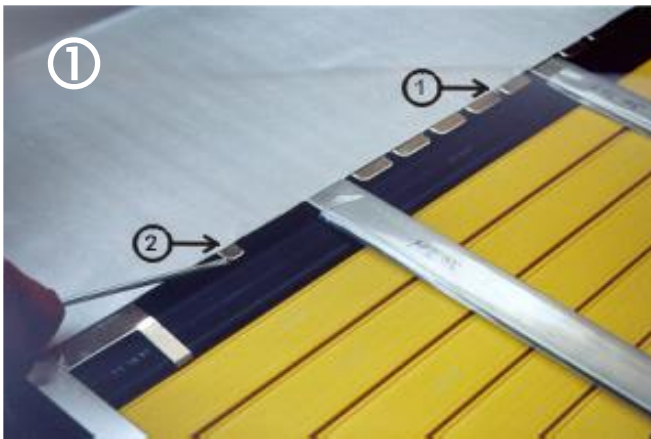

Abbildung 17 - Pflege / Kontaktband auswechseln I
- PVC Profile (4) anheben und fehlerhaftes Kontaktband (10) mit dem Kabel aus dem PVC Schlauch (10) ziehen.
- Anschlussdrähte der zwei (oder drei) Kontaktbänder löten (Abbildung 17 / Seite 13).